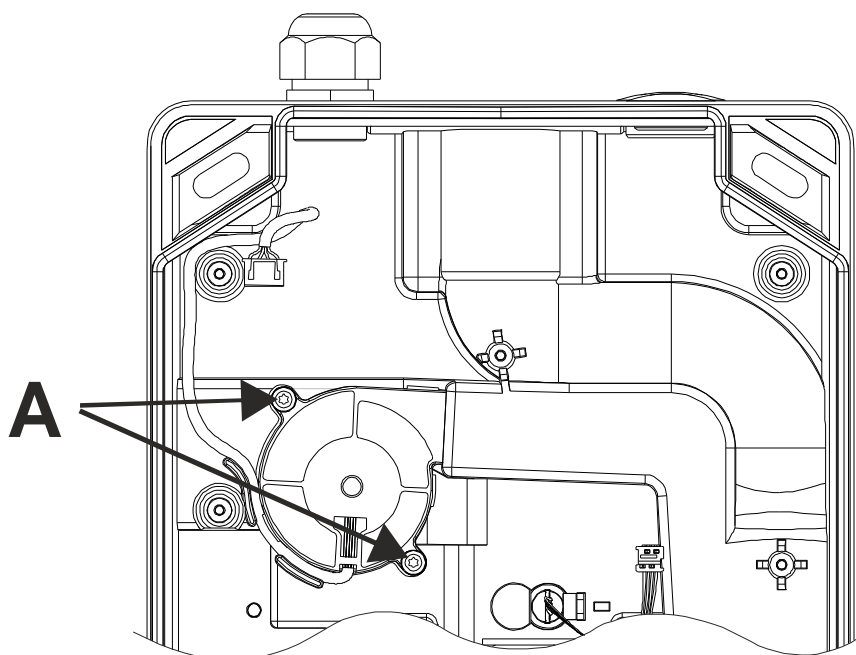

Fig. 51 Démontage de l'unité de ventilation par aspiration
- Dévissez les deux vis A de l'unité de ventilation par aspiration au moyen d'un tournevis Torx T15 (voir Fig. 51).